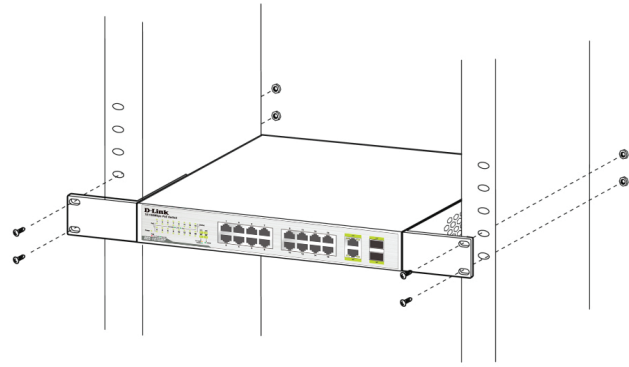

Figura 4. Montar en el estante
2. Utilice los tornillos suministrados con el estante de equipos para montar el dispositivo en el estante como se muestra en la **figura 4**.